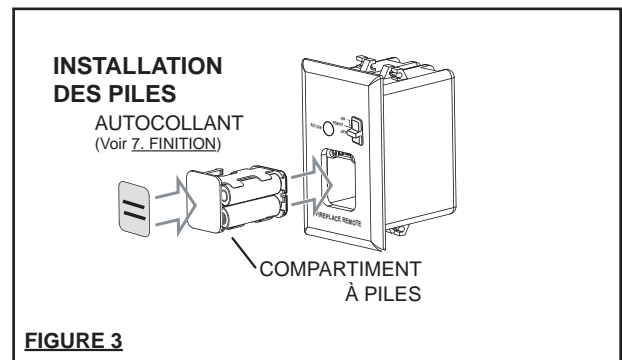

FIGURE 3
**1.4** Remettez en place l'interrupteur noir avec l'interrupteur blanc inclus afin de correspondre à la plaque murale. Insérez quatre piles « AA » dans le compartiment à piles, puis insérez le compartiment dans le récepteur. **FIGURE 3**